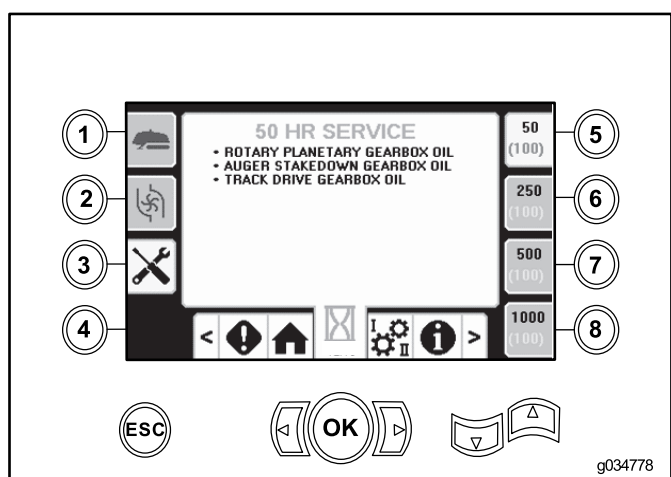

Рисунок 51
- Кнопка 5–50 часов (Рисунок 51)